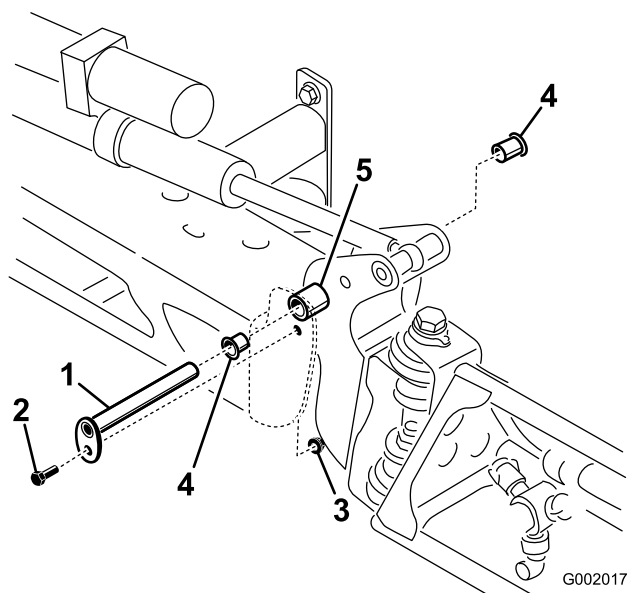

Figure 21
6. Déposez et examinez les bagues en nylon à l'avant et à l'arrière du support de pivot (Figure 21).
8. Montez l'ensemble rampe et support de pivot dans le bâti central en alignant les ouvertures (Figure 21).
3. Lorsque le poids de la rampe est supporté, retirez le boulon et l'écrou qui fixent l'axe de pivot à l'ensemble rampes (Figure 21).